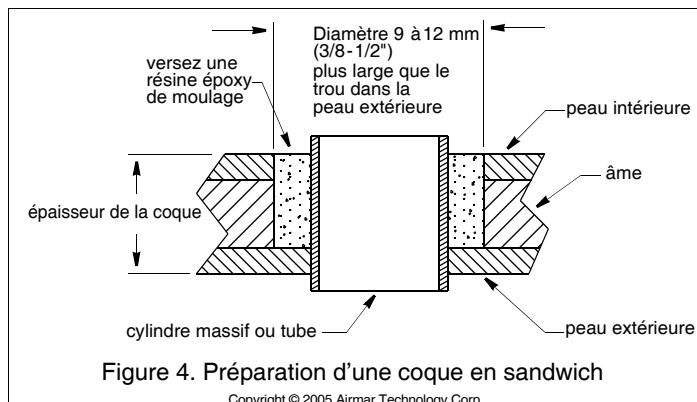

Figure 4. Préparation d'une coque en sandwich
- À l'aide d'une scie cloche Ø 51 mm ou 2", découpez un trou depuis l'extérieur dans la peau *extérieure* uniquement (voir Figure 4).